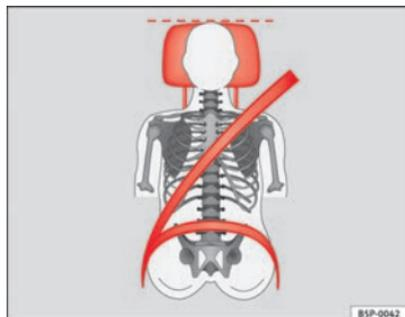
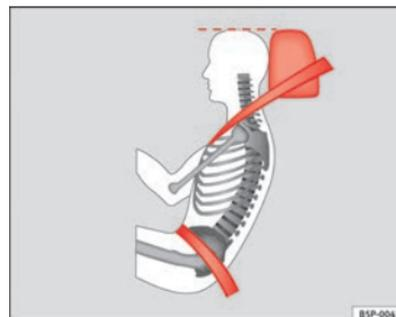

Abb. 64 Von vorne betrachtet: richtig eingestellte Kopfstütze und korrekter Gurtbandverlauf
Abb. 65 Von der Seite betrachtet: richtig eingestellte Kopfstütze und korrekter Gurtbandverlauf
- Die Kopfstützen so einstellen, dass sich die Oberkante der Kopfstütze möglichst auf einer Linie mit dem oberen Teil Ihres Kopfes, aber mindestens auf Augenhöhe befindet ⇒ Abb. 64 und ⇒ Abb. 65.